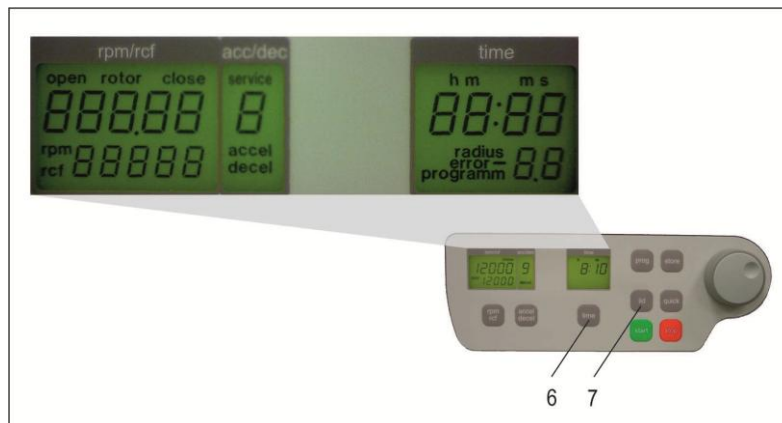

Abbildung 3
Drücken Sie im ausgeschalteten Zustand der Zentrifuge gleichzeitig die Tasten „time“ (6) und „lid“ (7) und schalten Sie den Hauptschalter der Zentrifuge ein. Lassen Sie jetzt die beiden Tasten wieder los. Daraufhin wird für ca. 5 Sekunden ein Displaytest durchgeführt, bei dem alle möglichen Anzeigen gleichzeitig erscheinen. (siehe Abbildung 3)